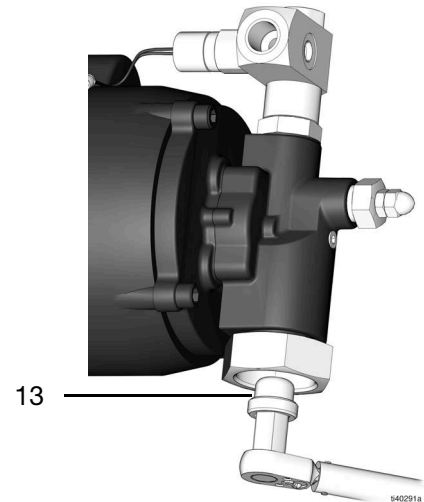

図 9
7. 吸引フィルター (13) を 3/4 インチ (19 mm) 六角レンチを使用して、ポンプインレットから取り外します (図 9)。
1. 3/4 インチ (19 mm) 六角レンチ (トルク 30 ft-ポンド、40.7 N•m) を使用して、吸引フィルター (13) をポンプインレット アセンブリ (12) に入れます (図 9)。